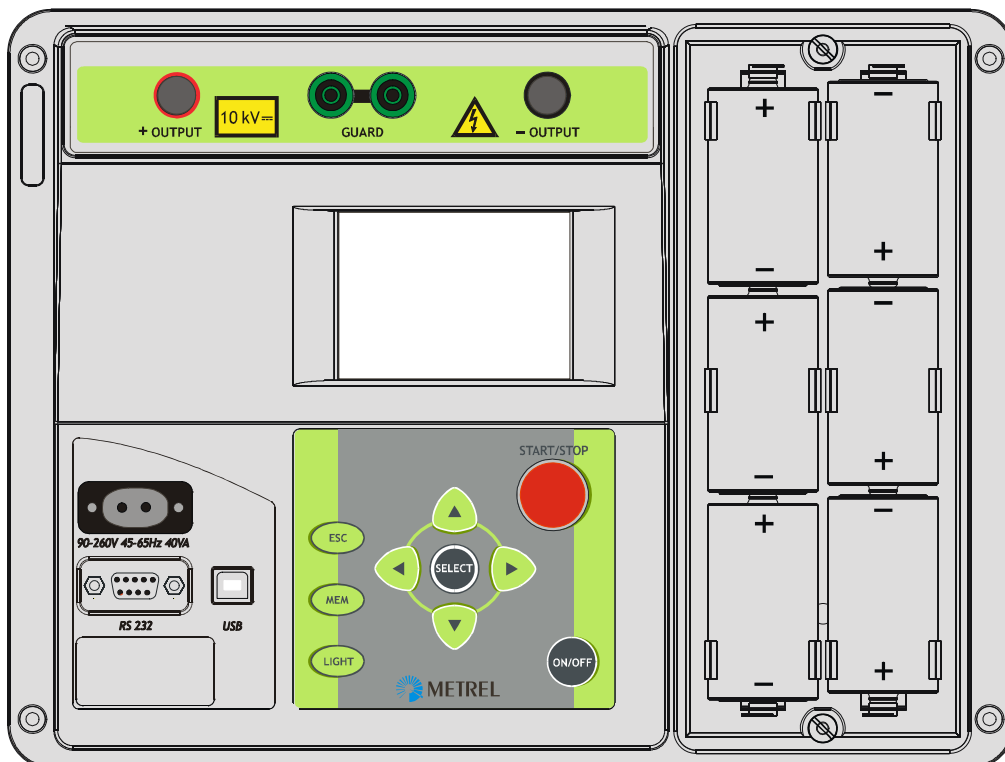

Abb. 31. Korrekte Polung der eingesetzten Batterien
Die Batteriezellen befinden sich im unteren Teil des Gerätegehäuses unter der Batterieabdeckung (siehe **Abb. 31**). Beim erstmaligen Einsetzen der Batterien beachten Sie bitte Folgendes:
- ♦ **Setzen Sie die Batterien korrekt ein (siehe Abb. 31), sonst funktioniert das Prüfgerät nicht!**
Die Batteriezellen befinden sich im unteren Teil des Gerätegehäuses unter der Batterieabdeckung (siehe **Abb. 31**). Falls die Batterien defekt werden, beachten Sie bitte Folgendes:
- ♦ **Zum leichteren Entfernen der Batterien aus der Halterung nehmen Sie zuerst die mittleren Batterien aus jeder Säule und dann die anderen (siehe Abb. 31).**
- ♦ **Setzen Sie die Batterien korrekt ein (siehe Abb. 31), sonst funktioniert das Prüfgerät nicht, und die Batterien können sich entladen!**
Die Versorgungs-Nennspannung beträgt 7,2 V Gleichspannung. Verwenden Sie sechs NiMH-Zellen einer Größe, die IEC LR20 (MONO) entspricht (Maße: Durchmesser = 33 mm, Höhe = 58 mm). Korrekte Polung der Batterien: siehe **Abb. 31**.